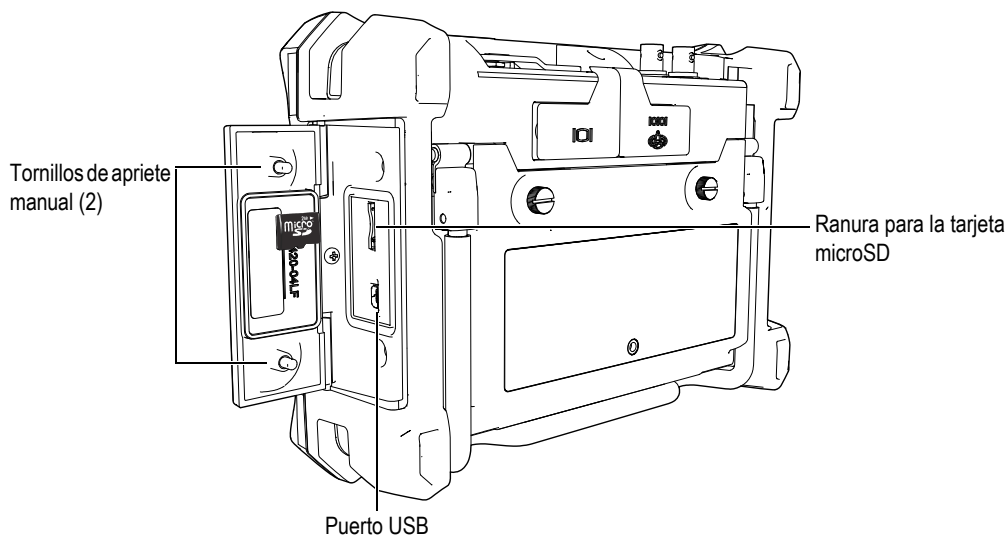

Figura 1-12 Puerta lateral
2. Desatornille los dos tornillos de apriete manual y abra la puerta lateral del EPOCH 600 (véase la Figura 1-12 en la página 34).
3. Posicione la tarjeta de manera que la etiqueta microSD esté orientada hacia la parte trasera del equipo (véase la Figura 1-12 en la página 34).